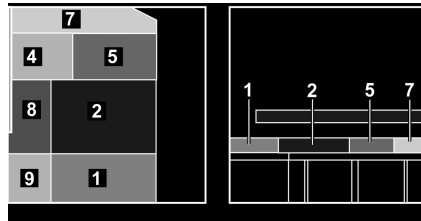

Fig. 136 Después de la transformación
- Colocar el cojín adicional (Fig. 136,7) en la mesa.
- Colocar los cojines adicionales (Fig. 136,4 y 5) detrás del cojín adicional sobre la mesa.
- Deslizar hacia adelante el cojín del asiento (Fig. 136,2).
- Colocar el cojín del respaldo (Fig. 136,1) entre el cojín del asiento y la pared dorsal.
- Colocar los cojines adicionales (Fig. 136,8, y 9) entre la pared lateral y los cojines sobre la mesa y el tablero.